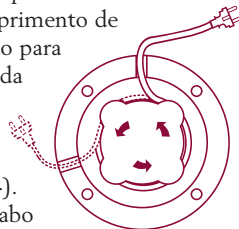

Fig. 4
- Para aumentar o comprimento do cabo, inverta a base de alimentação e desenrole o cabo eléctrico do respectivo enrolador. Regule o comprimento de cabo necessário para chegar à tomada de corrente utilizando os passadores próprios (fig.4).